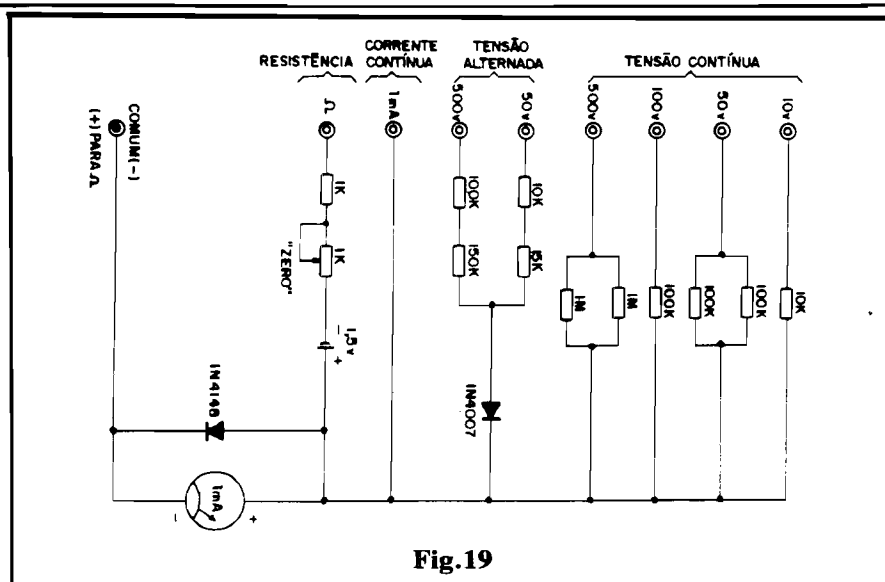

Fig. 19
- FIG. 19 - Diagrama esquemático do nosso MULTÍMETRO, simples e barato. Praticamente **toda** a despesa ou custo está concentrada no instrumento, um galvanômetro com alcance de 1 mA. O resto é “resto”... Notem ainda que para economizar e simplificar “até o talo”, sequer sugerimos o uso de chaveamentos complexos, preferindo mostrar o diagrama na base de “um borne para cada entrada de medição”... São 4 faixas de medição de Tensão Contínua (com fundos de escala em 10V-50V-100V-500V), 2 de Tensão Alternada (50V-500V), uma de Corrente Contínua (1 mA) e uma de Resistência (com “zero” ajustável por potenciômetro incorporado...). Notem que o terminal (entrada) COMUM representa, em termos de polaridade, o **negativo** para todas as faixas, **menos** para a medição de Resistência, caso em que esse terminal “torna-se” o **positivo**. De qualquer forma, observar com atenção as polaridades do galvanômetro, da única pilha (pode ser uma pequena, já que o “dispendio” de Corrente é muito baixo...) e dos di-